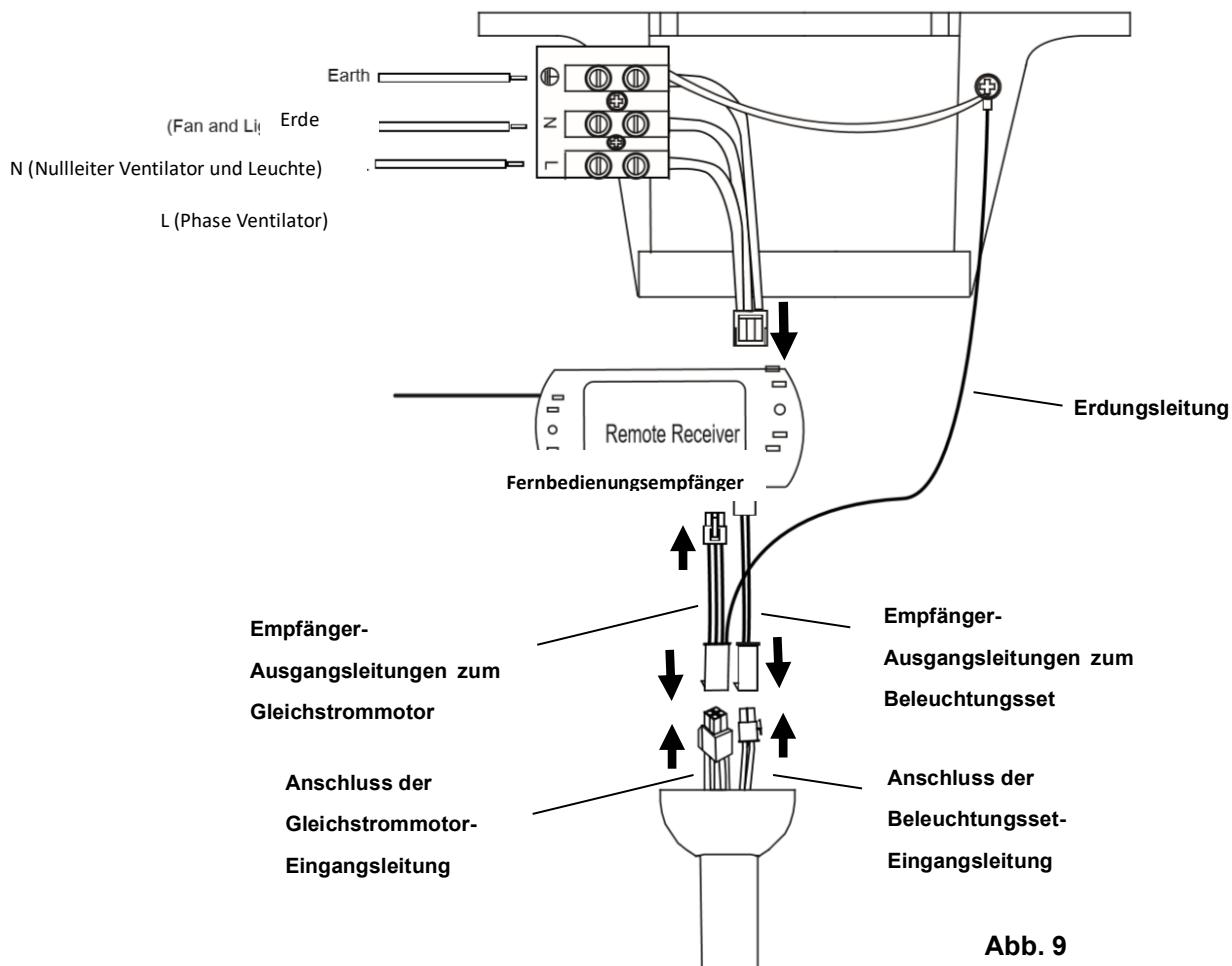

Abb. 9
**Von der Netzversorgung zur Klemmleiste an der Montagehalterung: (Abb. 9)**
**Von der Montagehalterung zum Empfänger und Motor: (Abb. 9)**
5. Schließen Sie die Ausgangsleitungen des Gleichstrom-Motorantriebs/-Empfängers (von der Halterung mit Erdungsleitung) an den Ausgang des Gleichstrom-Motorantriebs/-Empfängers an (**Abb. 9**). Schließen Sie die Ausgangsleitungen des Gleichstrom-Motorantriebs/-Empfängers mit Erdungsleitung (von der Halterung mit Erdungsleitung) an den Eingang des Ventilatormotors an (**Abb. 9**).